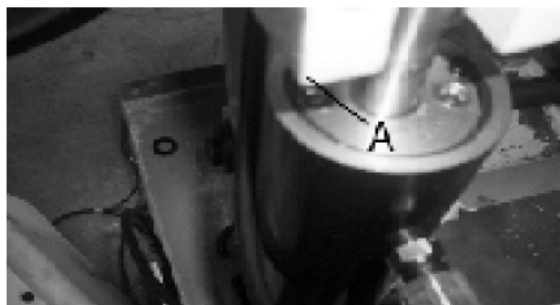
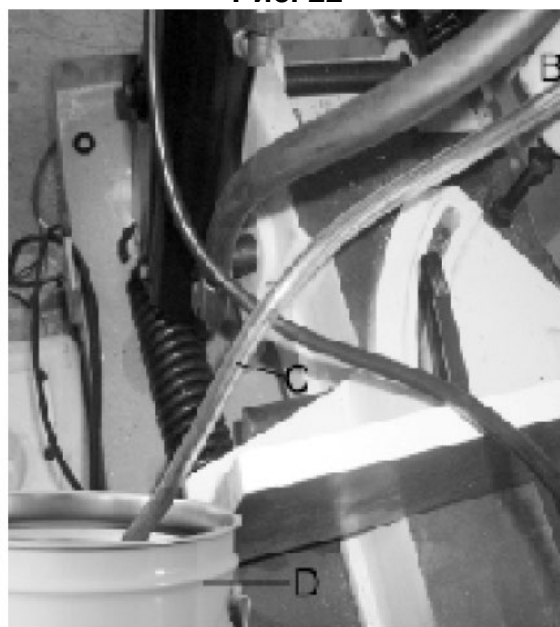

Рис. 22
Рис. 23
2. Снять пробку (А) в верхней части гидравлической системы (рис. 22) и вставить в отверстие соответствующий шланговый фитинг (В) (рис. 23); соединить прозрачный шланг (С) с фитингом, как показано на рисунке.
3. Влить в емкость (D) приблизительно 1/4 светлого масла Mobil-DTE, поставляемого в емкостях по 1/4 галлона, вставить шланг (С) в емкость (D) так, чтобы конец шланга был погружен в масло, поднимать и опускать пыльную раму, пока внутри прозрачного шланга (С) не появятся пузырьки (рис. 23).
4. Удалить шланговый фитинг (В) (рис. 23) и вставить пробку (А) на место (рис. 22).